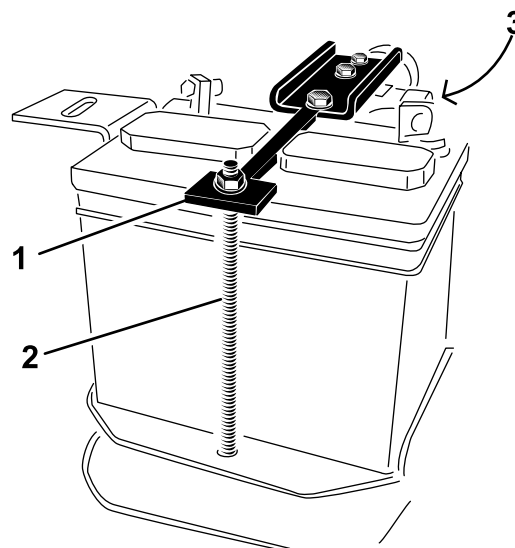

Рисунок 4
4. Отверните 2 гайки крепления прижимных скоб аккумулятора и отложите гайки, шайбы и трубку болта в сторону (Рисунок 4).